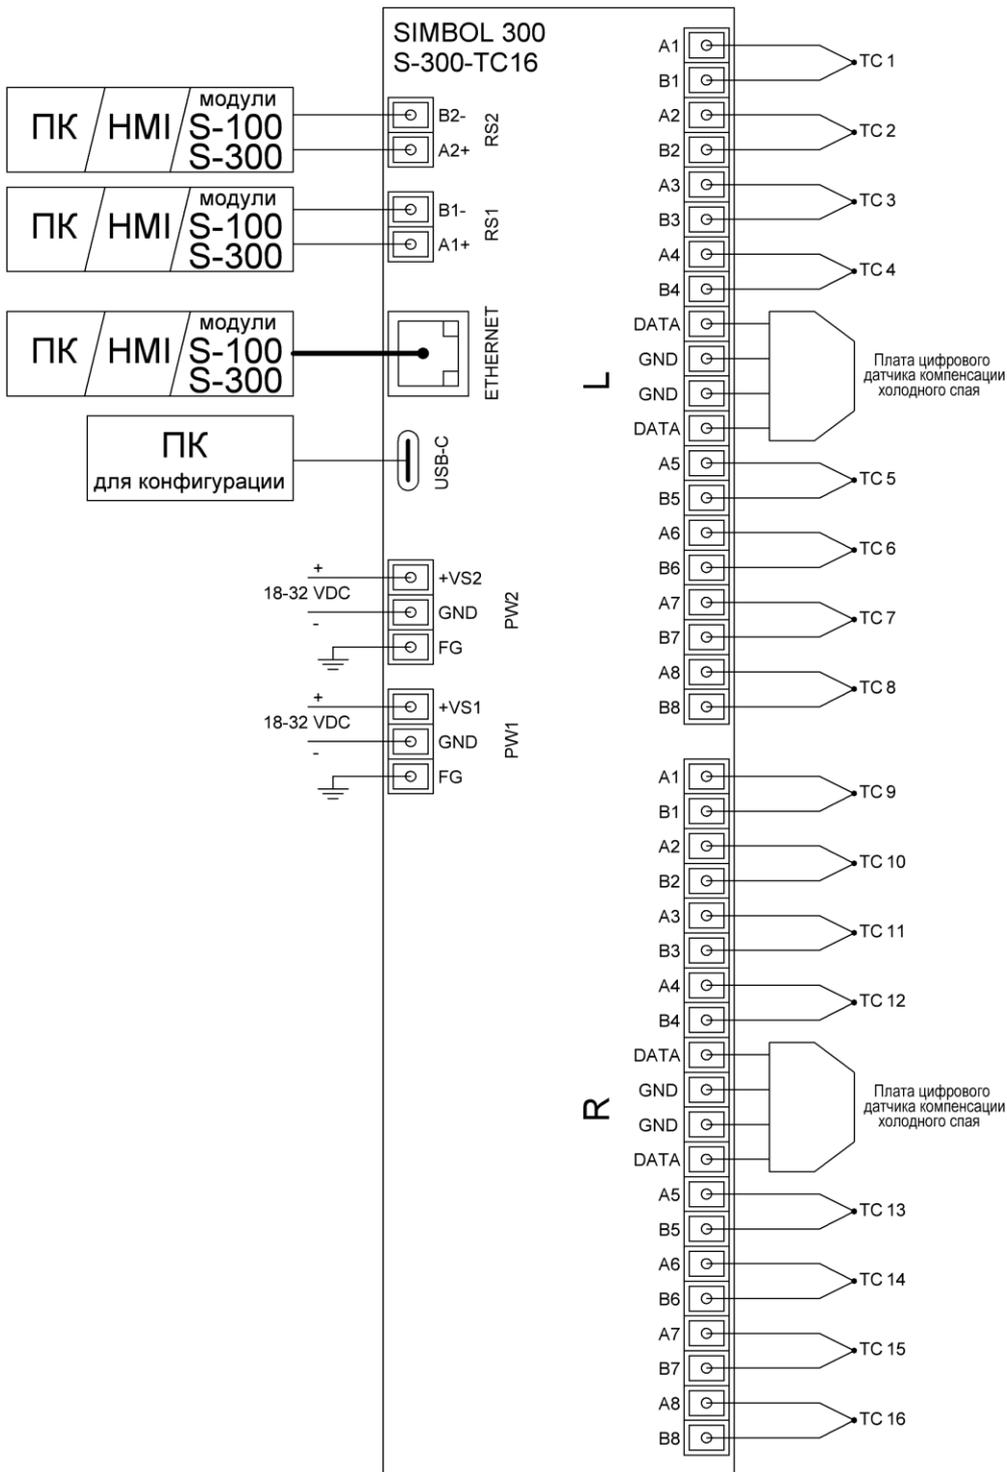

Рисунок 1.5 – Схема подключения модуля контроллера Simbol-300 S-300- TC16 (S-300-TC8)
1.4.2.1 Для конфигурации модуля может быть использован офисный ПК стандартной комплектации, имеющий порт RS-232, Ethernet или USB. Модуль подключается с помощью преобразователя интерфейса RS-232 в RS-485 (USB в RS-485), интерфейс Ethernet или USB (рисунок 1.5).
2.2.8 Подключить модуль к ПК используя USB, Ethernet или преобразователь интерфейсов (рисунок 1.5).